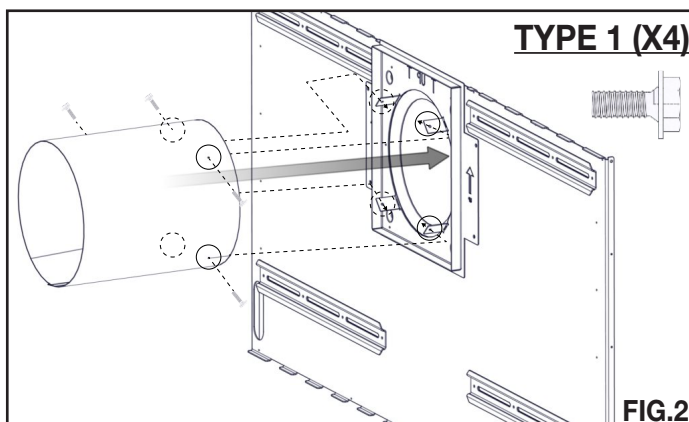

FIG.2
- E. Plier les quatre pattes sur le vers l'extérieur de l'espacement coupe-feu. Glissez le bouclier de l'évent dans l'espacement coupe-feu en alignant les trous dans les onglets puis sécurisez-le **(FIG. 2)**